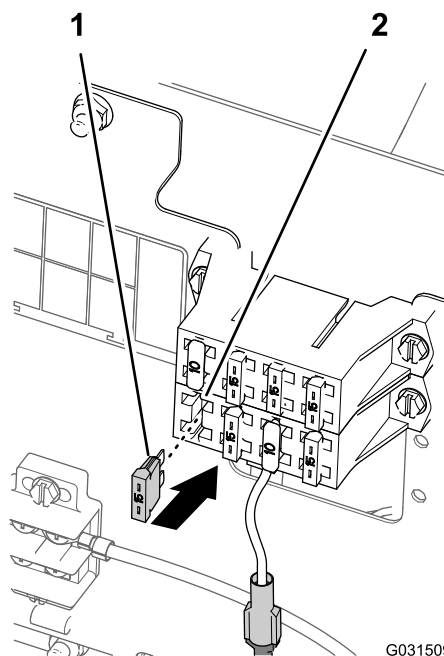

Рисунок 206
- Если на машине имеется разъем с плоскими контактами для навесного оборудования в блоке предохранителей машины, установите предохранитель на 15 А в блок предохранителей (Рисунок 206).